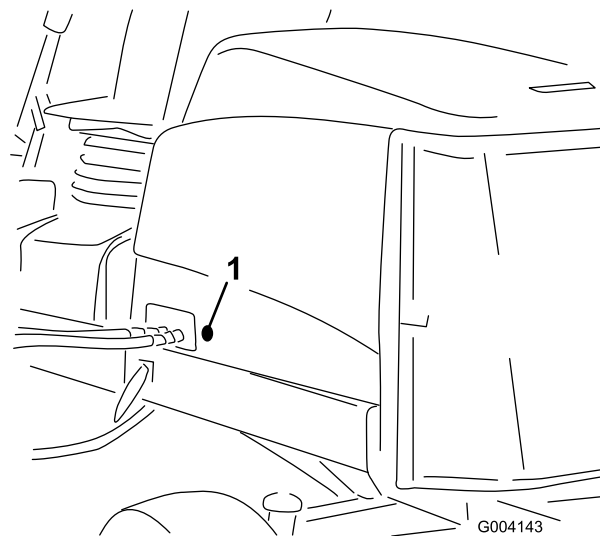

Figura 5
2. Togliete l'anello passacavi in gomma dal foro nel lato sinistro del cofano (Figura 5).